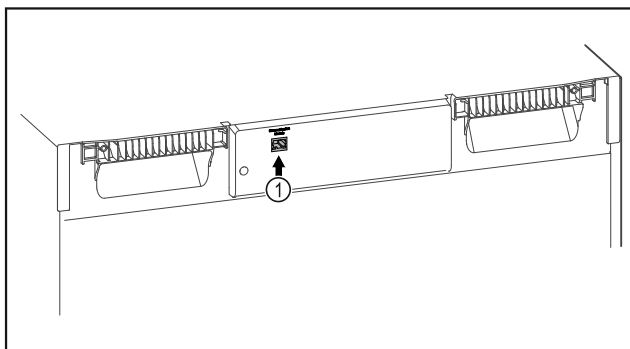

Fig. 86
- El SmartModule Fig. 86 (1) está colocado.